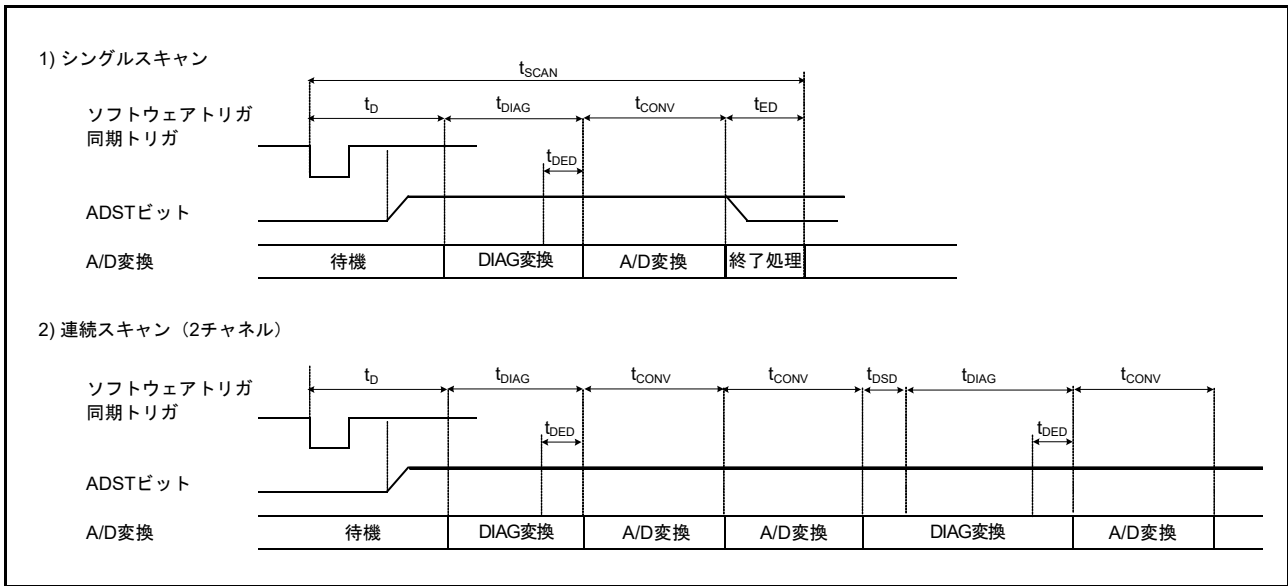
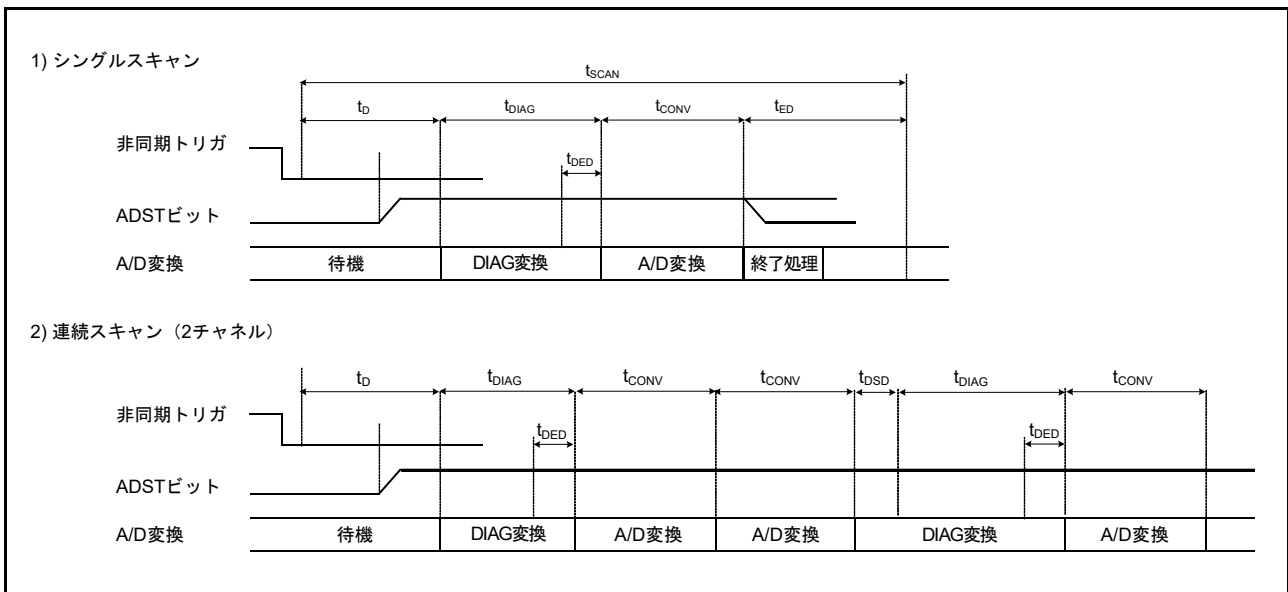

図 35.24 スキャン変換のタイミング (ソフトウェア起動、同期トリガ入力 (ELC) 起動の場合)
図 35.25 スキャン変換のタイミング (非同期トリガ入力 (ADTRG0) 起動の場合)
図 35.24 に、ソフトウェアトリガまたは同期トリガ (ELC) 起動によりスキャン変換を行う場合のタイミングを示します。また、図 35.25 に、非同期トリガ (ADTRG0) 起動によるスキャン変換を行う場合のタイミングを示します。スキャン変換時間 (t_{SCAN}) はスキャン変換開始遅延時間 (t_D)、断線検出アシスト処理時間 (t_{DIS}) (注1)、自己診断変換時間 (t_{DIAG} および t_{DSD}) (注2)、A/D 変換処理時間 (t_{CONV})、スキャン変換終了遅延時間 (t_{ED}) を含めた時間となります。
- 注 1. t_D 、 t_{SPLSH} 、 t_{DIAG} 、 t_{CONV} 、 t_{ED} の各タイミングについては、図 35.24、図 35.25 を参照してください。